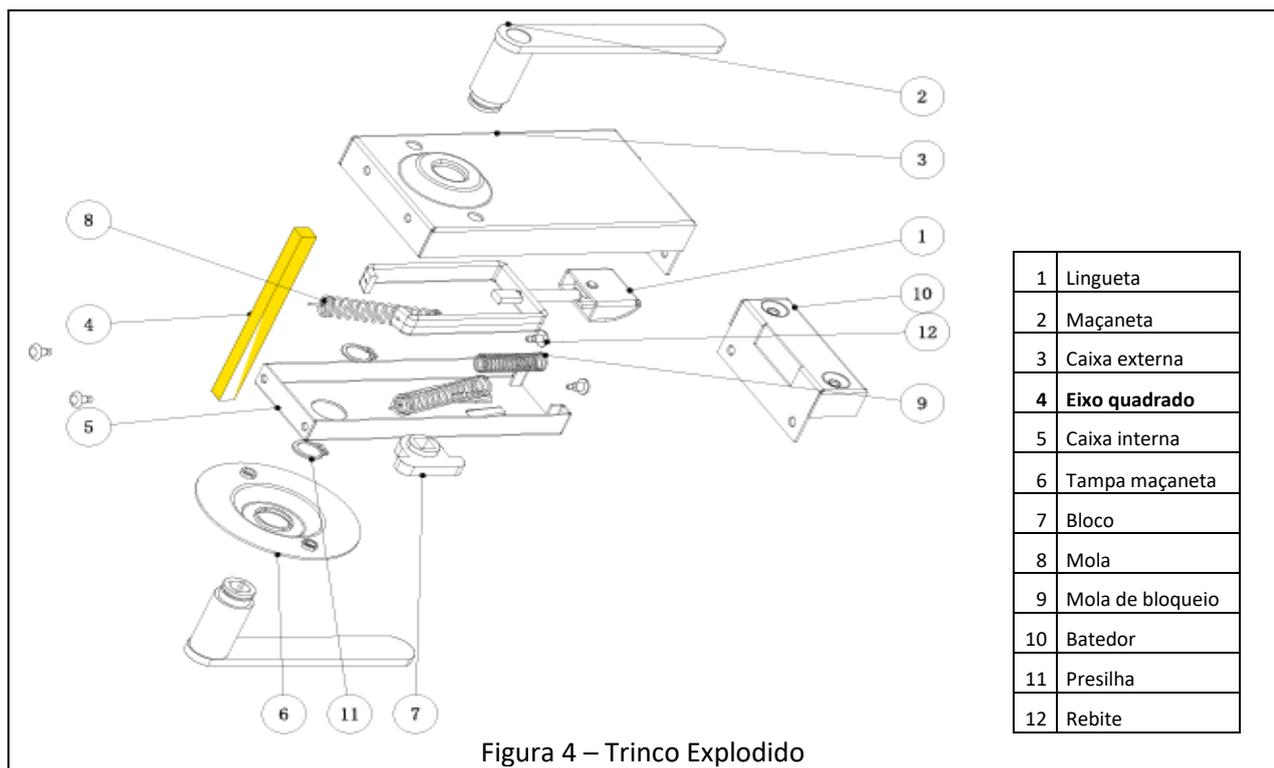

Figura 4 – Trinco Explodido
**Trinco de sobrepor** – O trinco e padrão para portas de 50 mm, para portas de 45mm o Eixo (peça No 4 da figura 4) deve ser diminuído em 5 a 8mm , para outras espessuras de porta cortar conforme a necessidade. Antes de fixar o trinco este deve ser lubrificado com óleo, usar WD-40 ou similar.